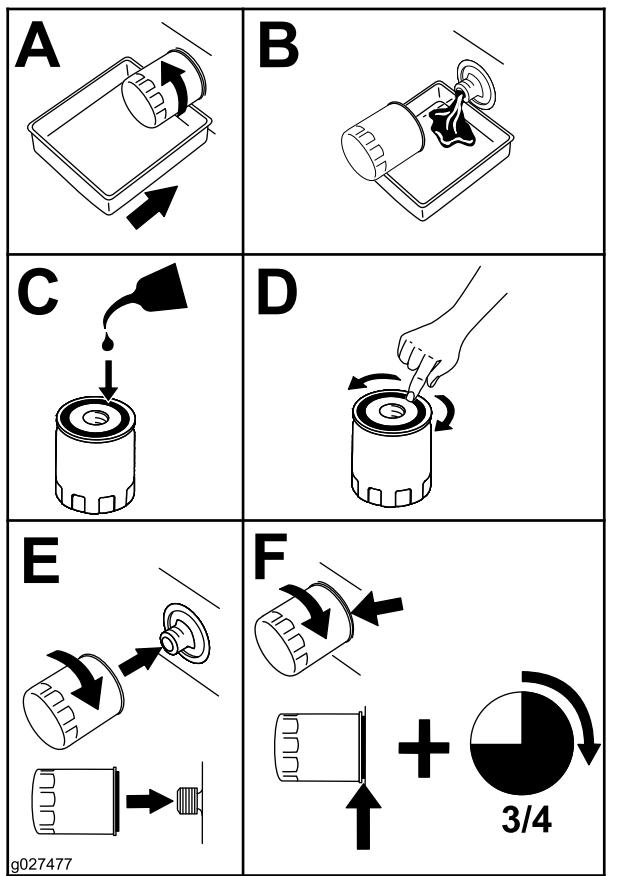

Рисунок 34
- Замените масляный фильтр (Рисунок 34).